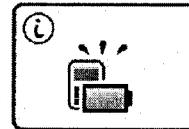

Figura 4.5 Pantalla **Carga del recargador completa**.
3. Una vez finalizada la sesión de carga, aparecerá la pantalla **Carga del recargador completa** (Figura 4.5).